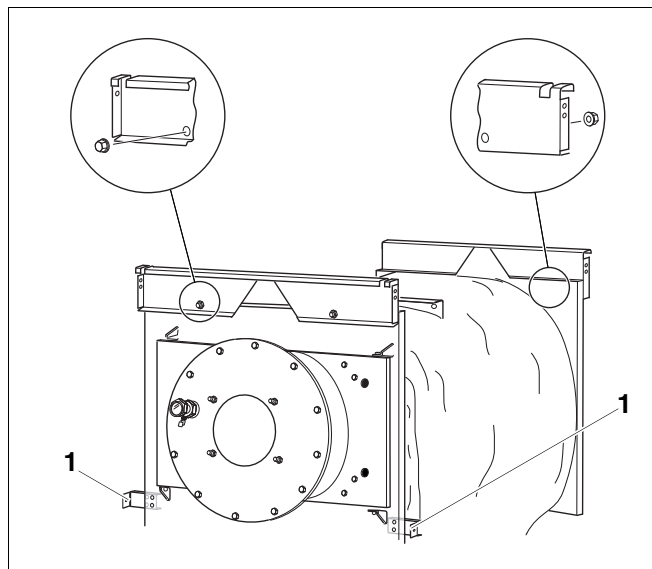
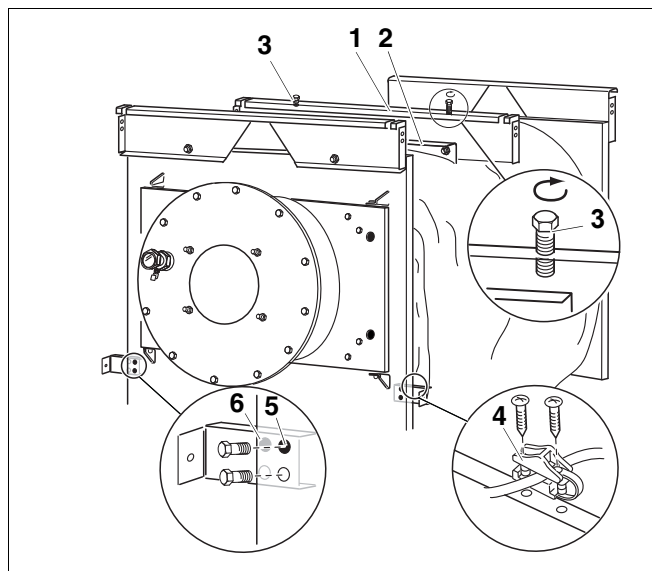

Рис.17 Траверсы
Рис.18 Фиксатор провода
- ▶ Отбортовки траверс должны быть направлены от котла (рис. 17).
- ▶ Наденьте переднюю траверсу (трапециевидным вырезом вниз) 2 отверстиями на шпильки и закрепите гайками рис. 17.
- ▶ Наденьте заднюю траверсу (трапециевидным вырезом вниз) 2 отверстиями на шпильки и закрепите гайками рис. 17.
- ▶ Слегка заверните 2 болта M8 x 80 (рис. 18, [3]) сверху в среднюю траверсу (рис. 18, [1]).
- ▶ Слегка закрепите передние средние траверсы (рис. 17, [1]) слева и справа двумя винтами и двумя шайбами (рис. 18, [5], [6]).
- ▶ Сначала только слегка закрепите винты крепления средней траверсы (рис. 17, [1]). Только после выравнивания и крепления передней боковой стенки можно окончательно затянуть винты траверс.
- ▶ Выровняйте положение боковой стенки винтами (рис. 18, [3] на стр. 24).